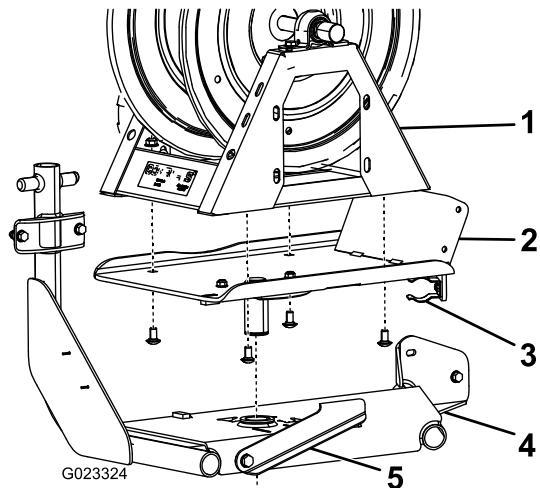

Рисунок 9
2. Прикрепите поворотную пластину к нижней части шлангового барабана с помощью 4 каретных болтов и 4 фланцевых гаек (3/8 дюйма) (Рисунок 9).
3. Опустите поворотную пластину в отверстие рамы шлангового барабана (Рисунок 9).